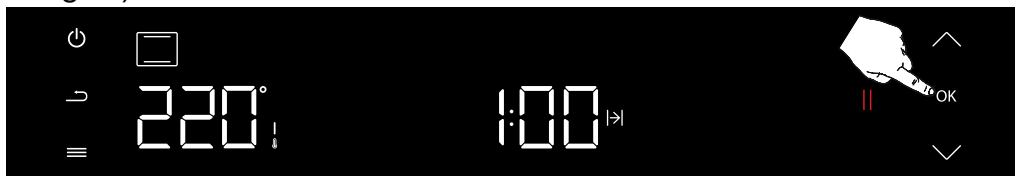

Abbildung 72
Wenn die Kochfunktion, die Kochtemperatur und die Kochzeit eingestellt sind und der Kochvorgang aktiv ist, drücken Sie lange auf die Bestätigungstaste (OK) und beenden Sie den Kochvorgang. (siehe Abbildung 72)